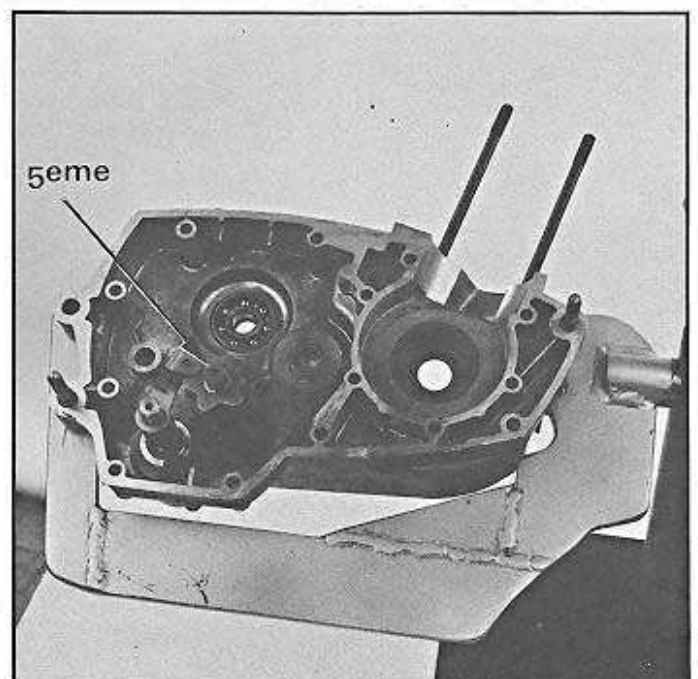

Fig. 48
- Positionner le sélecteur sur la 5^e vitesse (fig. 48).